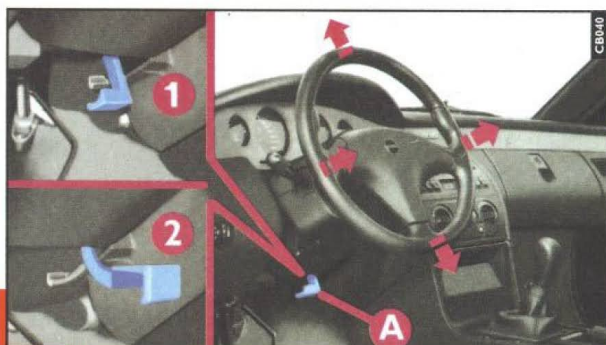

fig. 8
- 1) deslocar a alavanca **A-fig. 8** para a posição 2;